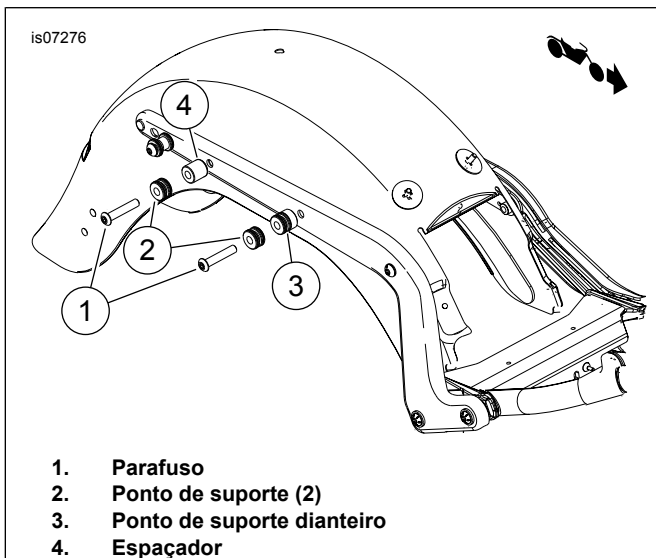

Figura 4. Instalação do ponto de suporte (com outros acessórios removíveis)
COM outros acessórios removíveis: Veja Figura 4. Insira os parafusos (1) através dos mini pontos de suporte (2), do ponto de suporte dianteiro (3) e do espaçador traseiro (4). Instale os parafusos no suporte de montagem do suporte do para-lama (dentro do para-lama). Aperte os parafusos com torque de 28–36 N·m (21–27 ft-lbs).